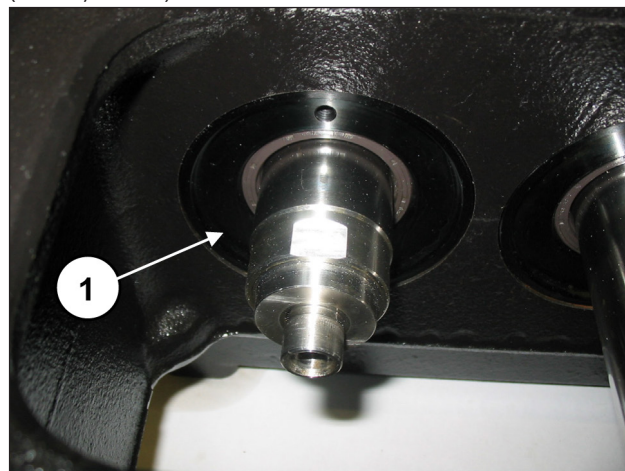
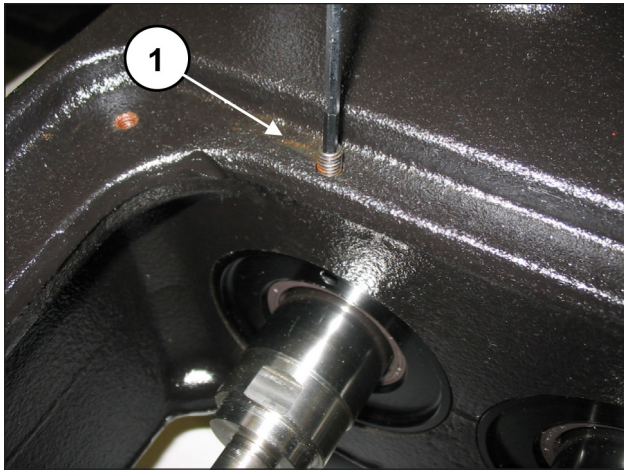

Рис. 95
Рис. 96
Вставьте узел, смонтированный внутри корпуса, в соответствующее гнездо, убедившись, что крышка полностью встала на место (поз. ①, Рис. 95), и стараясь не повредить кромку радиального уплотнительного кольца. Прикрутите крышки сальника с помощью 2 штифтов М6х30 (поз. ①, Рис. 96).